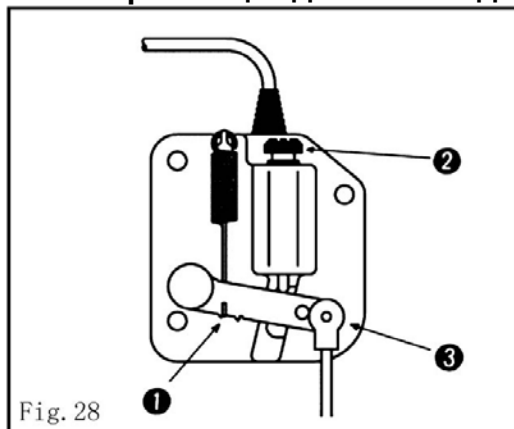

Fig. 28
1) При шитье тяжелых материалов приспособление (1) смещают к левой стороне (в направлении (А)) чтобы увеличить длину нити.
2) При шитье легких материалов приспособление (1) смещают вправо (в направлении (В)), чтобы уменьшить длину нити.
25. Синхронизация давления педали и рабочего хода машины (Fig. 28)